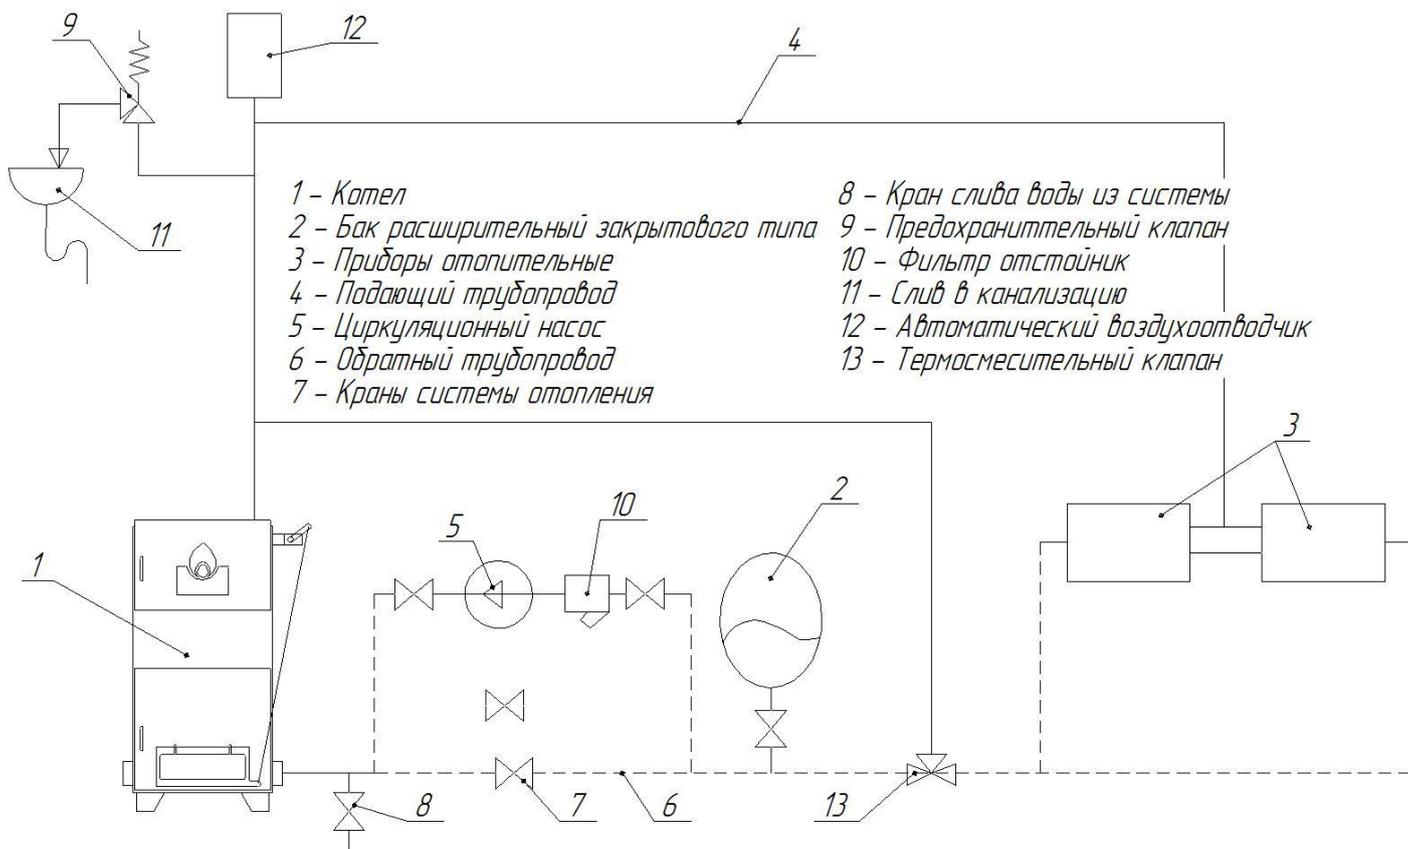
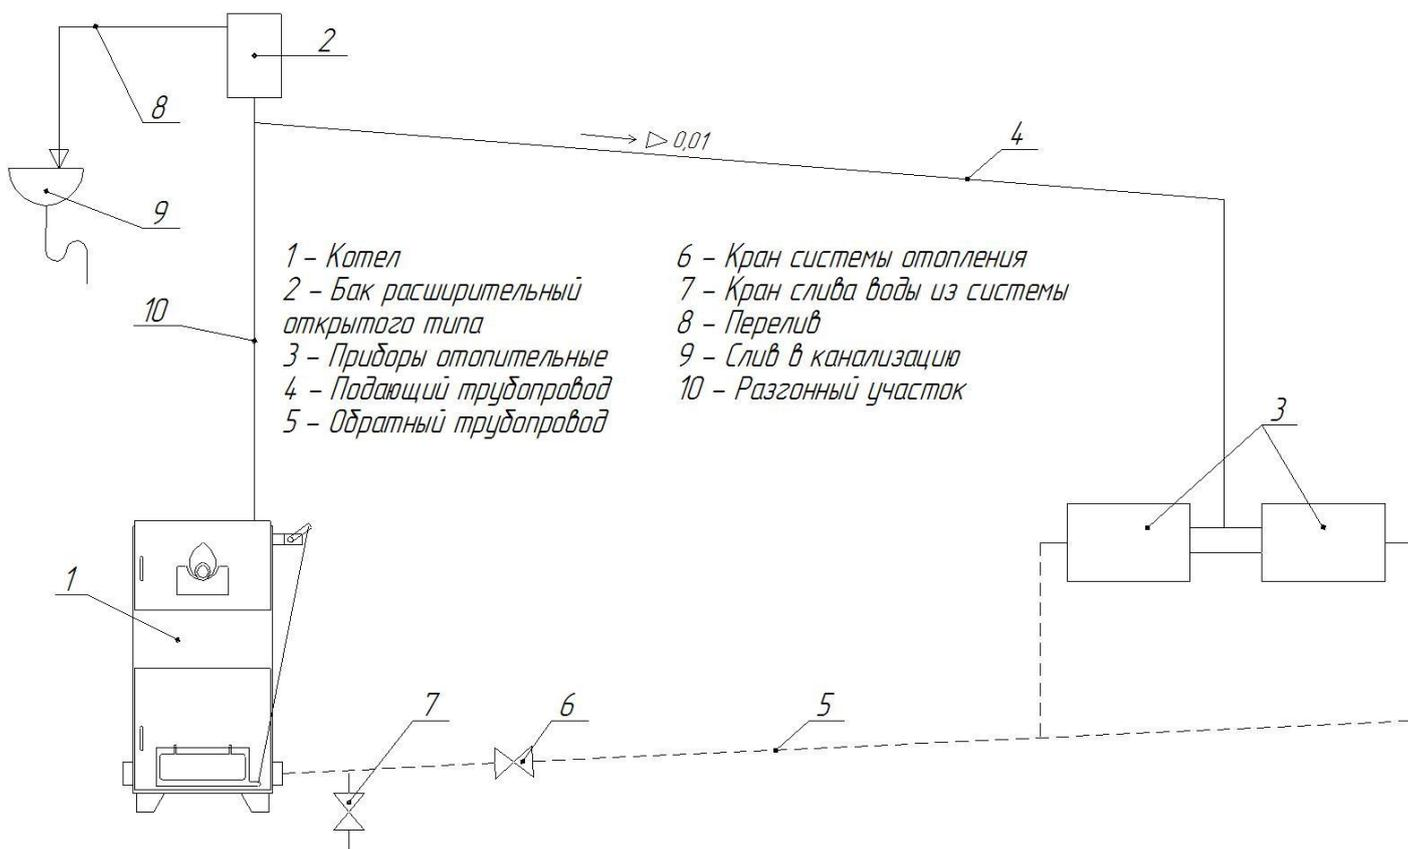

Рисунок 6. Схема закрытой системы отопления
Рисунок 7. Схема открытой системы отопления
7.2. При наличии стука в системе (гидравлические удары по причине парообразования) - немедленно прекратить горение в топке и дать остыть воде до температуры 70°C , затем долить систему водой через кран (поз.8 рис.6) и вновь растопить котел.
7.3. В зимнее время, если потребуется прекратить топку на срок свыше суток, необходимо, во избежание замерзания, полностью освободить котел и систему отопления от воды через сливные краны (поз.8 рис.6) или (поз.7 рис.7).